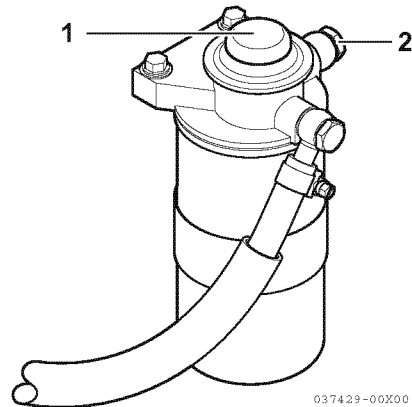

Figura 3
3. Desaperte o parafuso de purga de ar (2, **Figura 3**).
4. Empurre para cima e para baixo na bomba de priming (1, **Figura 3**) para liberar o ar para fora do parafuso de purga de ar.